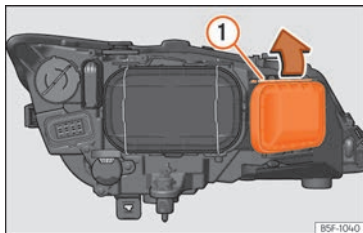

Abb. 109 Glühlampe für Blinklicht
- Die Strebe »» Abb. 109 ① in Pfeilrichtung verschieben und den Deckel abnehmen.